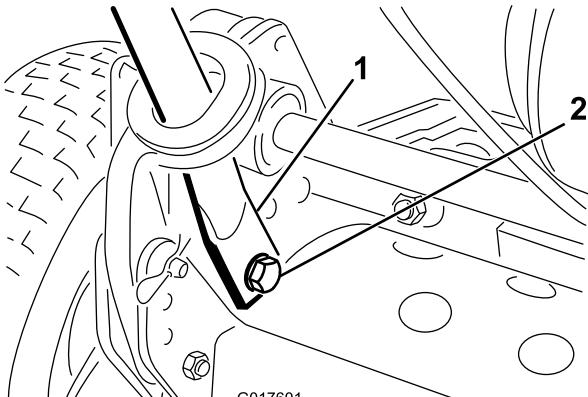

Figura 3
4. Premete verso l'interno le estremità della stegola e montatele sui perni di montaggio (Figura 3).
5. Fissate le estremità della stegola ai perni di montaggio tramite i bulloni, le rondelle e le rondelle di sicurezza fornite (Figura 3).
6. Fissate la base dei bracci della stegola su ciascun lato del tosaerba tramite i bulloni e le rondelle di sicurezza precedentemente rimossi (Figura 3). Montate le boccole nei fori di montaggio dei bracci della stegola.
7. Fissate con sicurezza i bracci della stegola sul retro dell'intelaiatura utilizzando le coppiglie a forcina ed i perni ad anello tolti in precedenza (Figura 3).